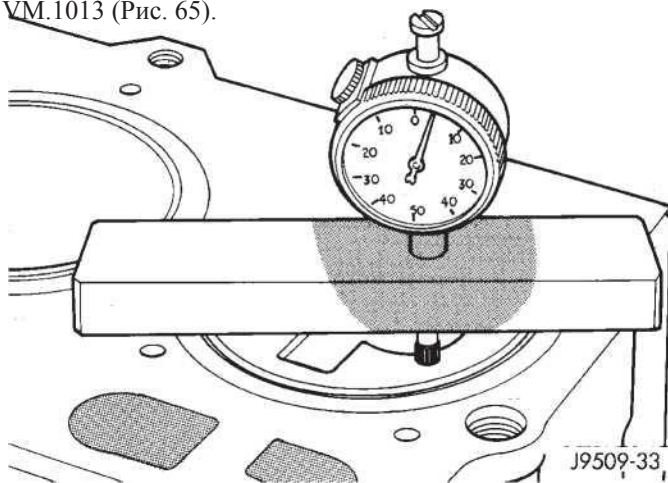

Рис. 65 Измерение поршневого выступа
(1) Используйте специальный инструмент VM.1010 с циферблатным индикатором специальный инструмент VM.1013 (Рис. 65).